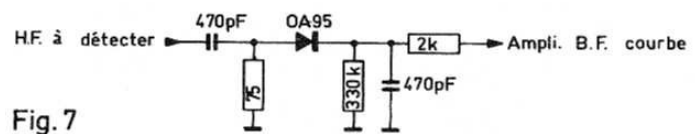

Fig.7
- Prélever la sortie sur le collecteur du transistor 6203 à l'aide d'une sonde décrite (fig. 7).